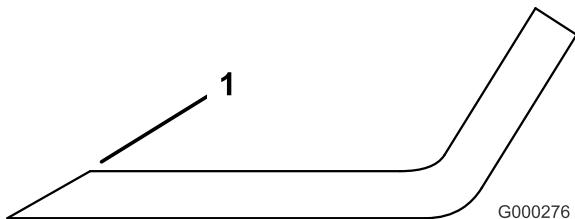

Figura 23
- Inspeccione los filos de corte de todas las cuchillas. Afile los filos de corte si están romos o tienen mellazos. Afile únicamente la parte superior del filo y mantenga el ángulo de corte original para asegurar un filo correcto (Figura 23). La cuchilla permanecerá equilibrada si se retira la misma cantidad de metal de ambos filos de corte.